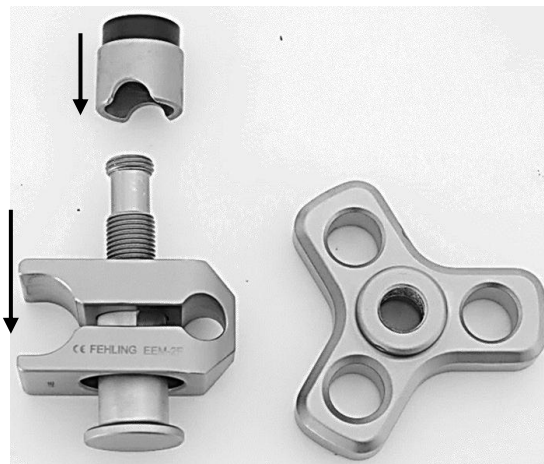

Abb. 6
Wie in Abbildung 6 zu sehen, zuerst das Klemmstück (3) und danach die Klemmhülse (2) über die Gewindestange (4) einführen.